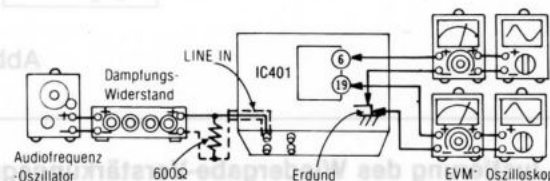

Abb. 9
1. Der Testaufbau ist in Abb. 9 gezeigt.
3. Mit dem Dämpfungswiderstand so justieren, daß die Ausgangsleistung zwischen Anschluß ⑥ (linker Kanal) (Anschluß ⑩ (rechter Kanal)) des IC401 und Masse 12,3 mV beträgt.
4. Den Rauschunterdrückungs-Schalter (NR) einschalten und prüfen, ob der Pegel wie vorgeschrieben gegenüber dem Pegel im rauschunterdrückungsfreien Zustand verändert wird.